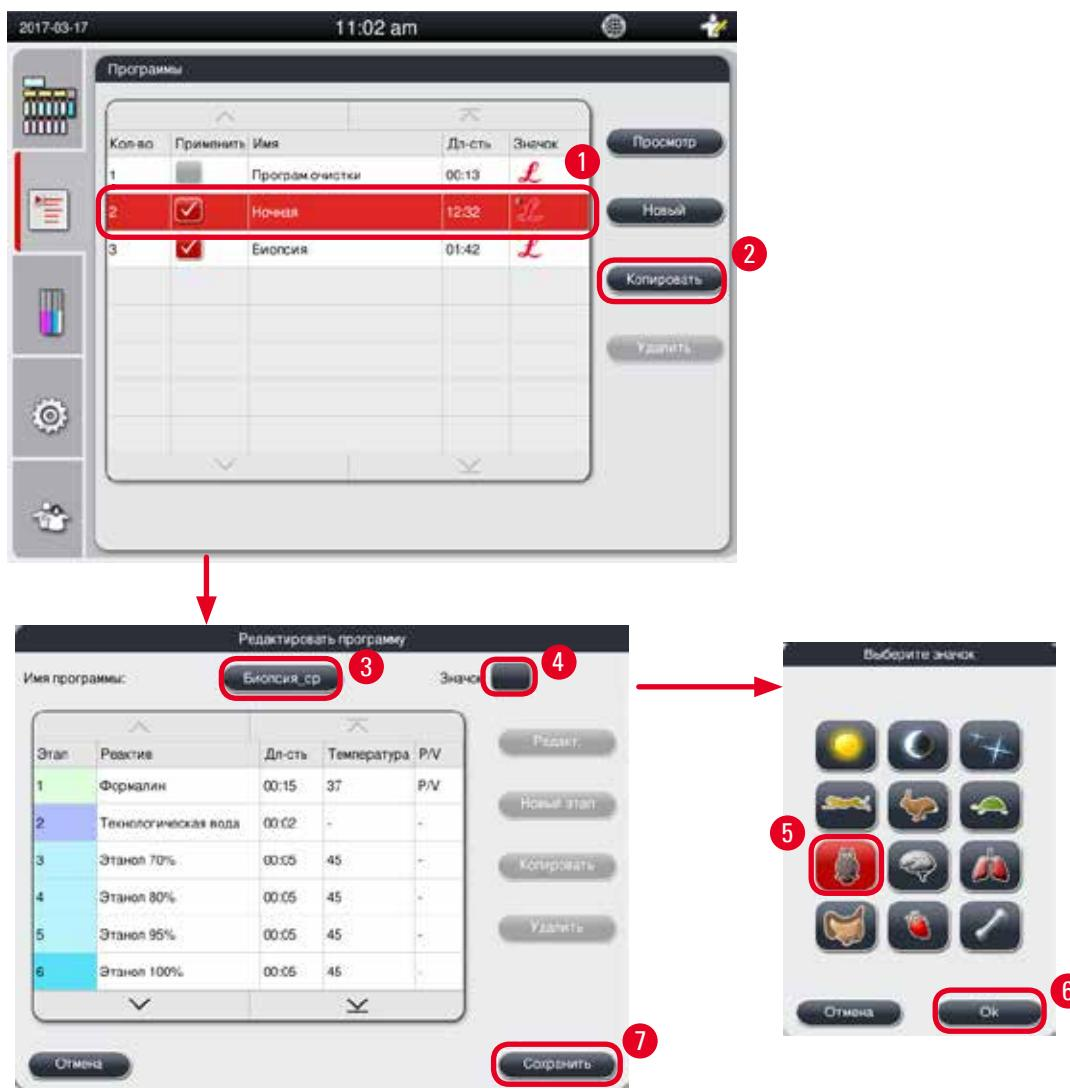

Рис. 52
- ① Убедитесь, что ни одна программа не запущена.
- ② Убедитесь, что количество программ меньше 10.
- ③ Создание/редактирование/удаление пользовательских программ доступны только администратору и сервисному специалисту.
- 1. В окне программ (→ "Рис. 52"), выберите программу (→ "Рис. 52-1"), максимально похожую на программу, которую вы хотите создать. (это сведет к минимуму количество этапов редактирования).